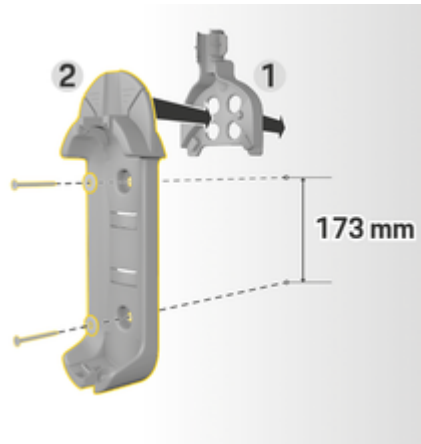

рис. 126: Розміри отворів
3. Вставте базове настінне кріплення 2 (рис. 126) спереду в кабельний канал 1 (рис. 126) і притисніть.